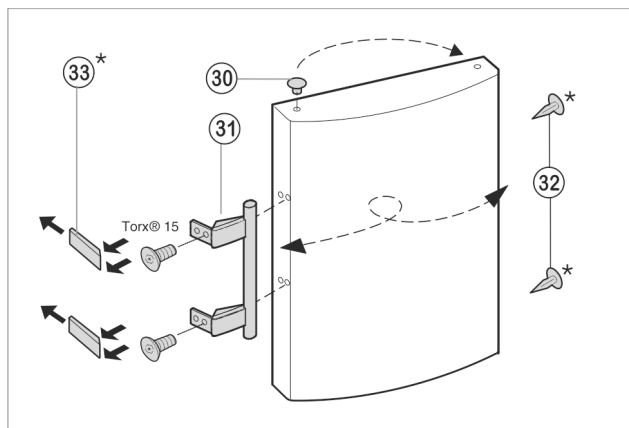

Fig. 8
- ▶ Trň Fig. 8 (30) z ložiskového puzdra dverí vyberte a premiestnite.
- ▶ Držadlo dverí Fig. 8 (31), trne Fig. 8 (32) a prítlačné platničky Fig. 8 (33) odmontujte a premiestnite na opačnú stranu.